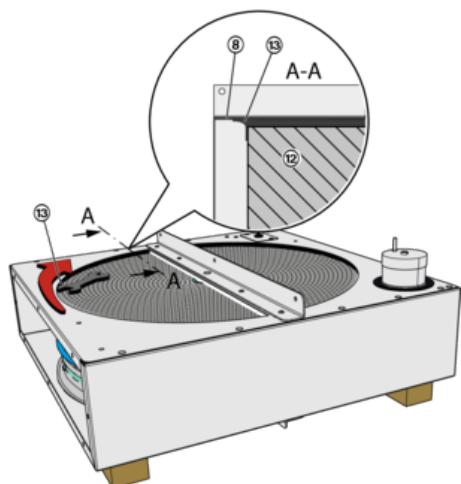

Abb. 51: Umlaufdichtung einsetzen
13. ► Die an der Speichermasse (Abb. 51/12) befestigte Umlaufdichtung (Abb. 51/13), z.B. mit einem Schraubenschlüssel in Position bringen. Die Innenseite der Umlaufdichtung ist nach außen gewölbt und muss unter das Blech (Abb. 51/8) geschoben werden. Achtung! Hierbei kein spitzes Werkzeug verwenden.